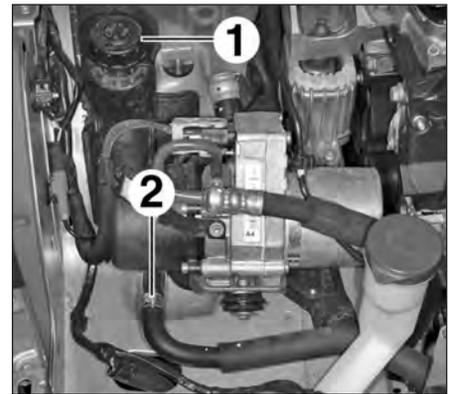

FIG.17
- Ouvrir le bouchon de remplissage (1) (Fig.17).
- Débrancher le tuyau de retour basse de pression (2) du groupe électropompe.